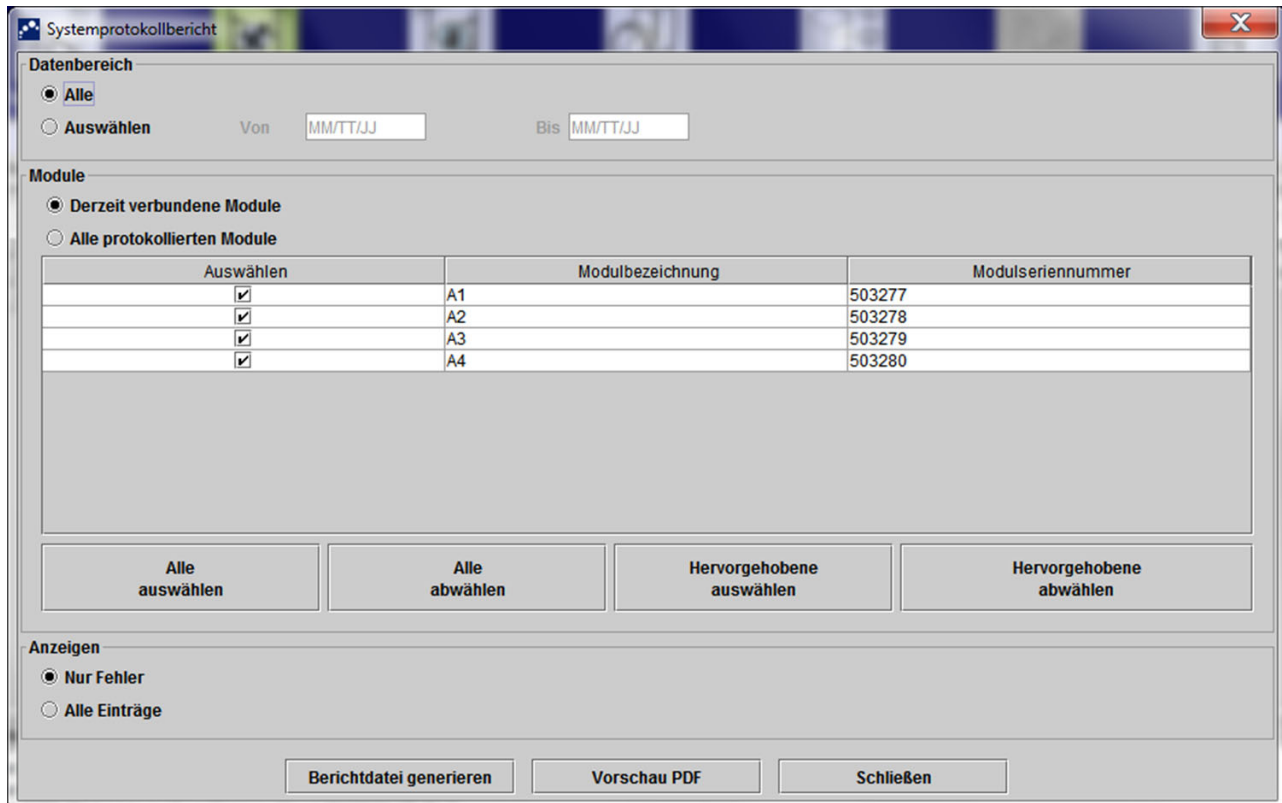

Abbildung 9-38. Fenster „Systemprotokollbericht“
1. Klicken Sie im GeneXpert Dx System-Fenster in der Menüleiste auf **Berichte** und dann auf **Systemprotokoll**. Das Fenster „Systemprotokollbericht“ erscheint. Siehe Abbildung 9-38.
- Klicken Sie auf die Schaltfläche **Berichtsdatei generieren** im Arbeitsbereich Systemprotokollbericht (vgl. Abbildung 9-38), um die PDF-Datei des Systemprotokollberichts zu erstellen. Das Dialogfeld „Berichtsdatei generieren“ wird angezeigt, über das eine Datei an einem angegebenen Speicherort abgelegt werden kann. Navigieren Sie zum spezifischen Speicherort und klicken Sie auf **Speichern**.